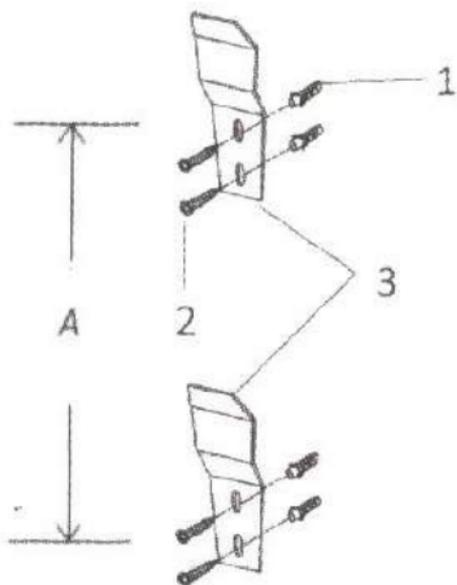

Figura 03
- Após medir corretamente a altura que deverá ficar a coluna , marque na parede a parte inferior desta. (Veja a figura 03) Medida entre B e C.
B. (Veja a figura 03);